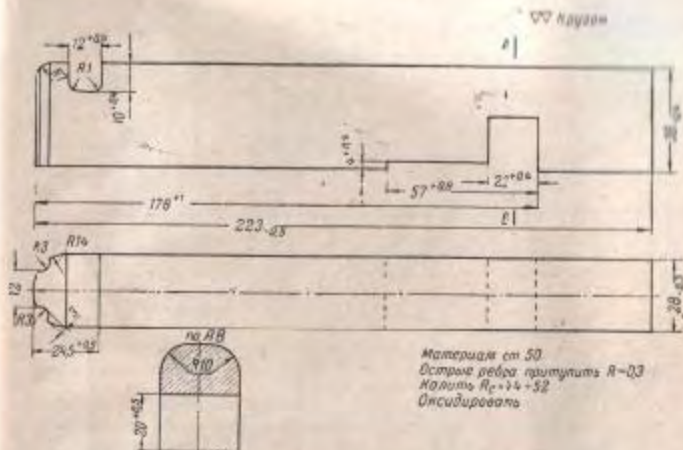

Рис. 162. Оправка для правки ствольной и затворной коробок
2. Вставить в вертикальный шпindel фрезерного станка сверло диаметром 12 мм. Вложить оправку, изготовленную по рис. 162, в затворную коробку и зажать вместе с затворной коробкой в машинных тисках так, чтобы сверло свободно проходило через отверстия диаметром 12 мм в проушинах затворной коробки.